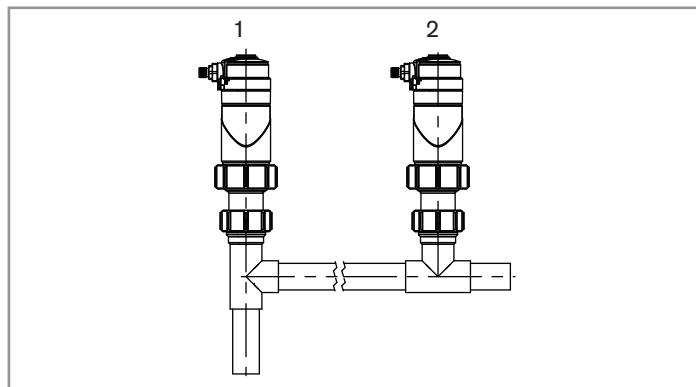

Bild 10 :Montagepositionen der Einheit aus Fitting + Gerät in der Rohrleitung.
Wenn der pH-Wert oder das Redoxpotenzial in verschmutzten Flüssigkeiten gemessen wird, die am Boden der Rohrleitung zu Ablagerungen führen können, die Montageposition 1 bevorzugen (siehe Bild 10).
- Zur Installation des Fittings eine geeignete Stelle der Rohrleitung auswählen (siehe Bild 10).